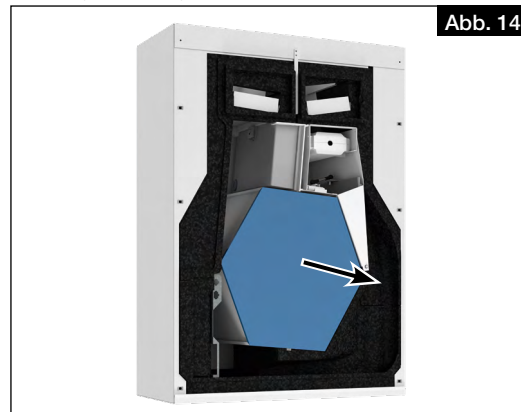

Abb. 14
2. Zur Reduzierung des Gewichtes den Wärmetauscher aus dem Gerät entnehmen (s. Abb. 14).